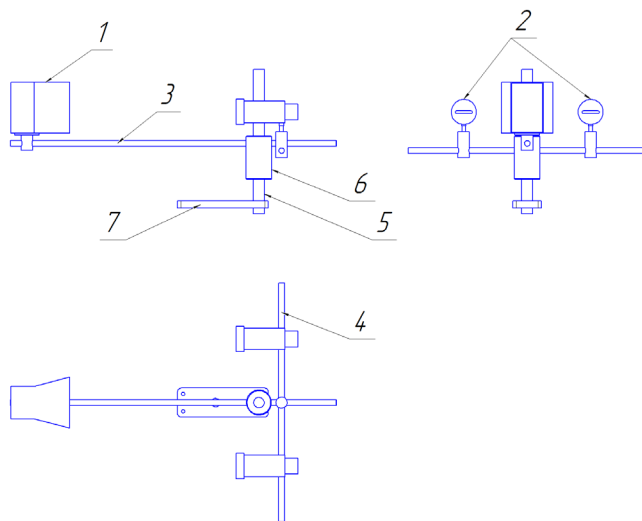

Рис. 6. Статоскоп
6.22 Установите основание 7 (Рис. 6) устройства для наблюдения за положением поршня (поршней) на основание манометра грузопоршневого дифференциального. На заднюю часть основания устройства для наблюдения за положением поршней навинтите стойку 5.